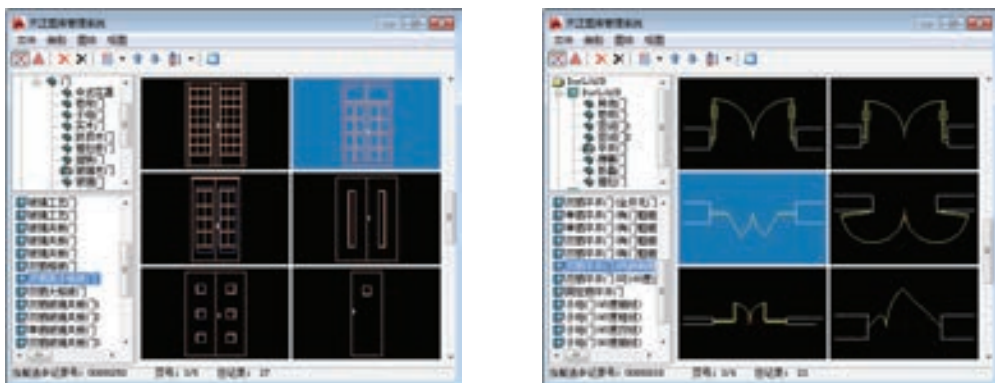

图 15-20 选择门样式
10) 绘制有固定玻璃的平开门。调用“新门”命令，在打开的“天正图库管理系统”窗口中分别选择有固定玻璃的平开门的三维样式及二维样式，如图 15-20 所示。